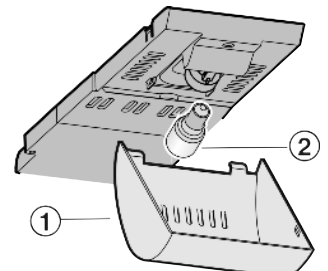

Fig. 12
- ▶ Saisir le recouvrement *Fig. 12 (1)* devant et le faire déclipeter derrière.
- ▶ Remplacer l'ampoule *Fig. 12 (2)*.
- ▶ Remettre en place le recouvrement *Fig. 12 (1)*.